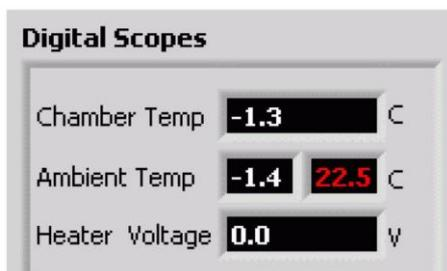

Рис. 50. Индикаторы VI HVACТ-системы
**Q1) Когда я открываю VI HVACТ-системы, на всех индикаторах отображается значение '0' или близкое к нему (рисунок 50).**